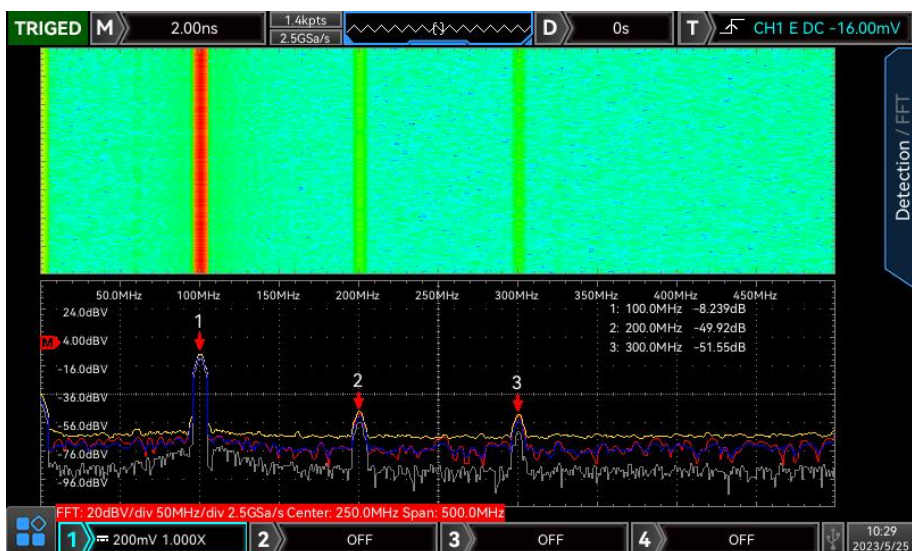

图 15-3
- 瀑布图 2: 频谱和瀑布图分上下 2 个窗口显示, 瀑布图反应频谱上 dB 值随时间的变化情况, 具有“记录”的功能。瀑布图只有增强 FFT 打开时才能选中, 最多可记录 200 幅与瀑布图对应的频谱, 如下图 15-3 所示。